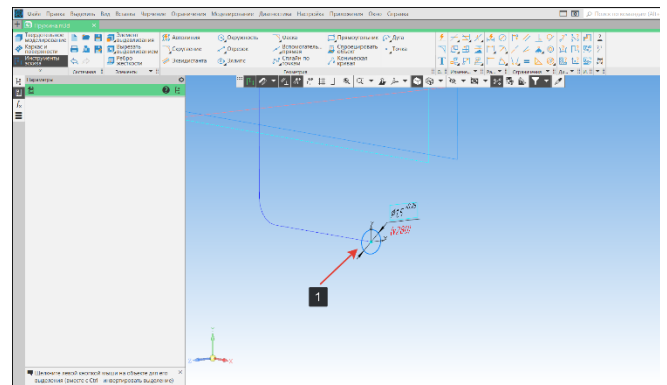

Рисунок 186 – Эскиз сечения
- На вспомогательной плоскости создадим эскиз сечения (1): окружность диаметром 1,5 мм. Центр окружности должен быть привязан к точке кривой (Рисунок 186);